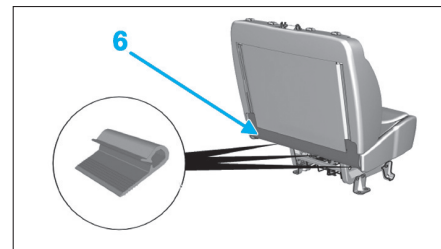

Fig. 27
- la housse arrière (6) de l'armature de banquette avant (Fig.27),